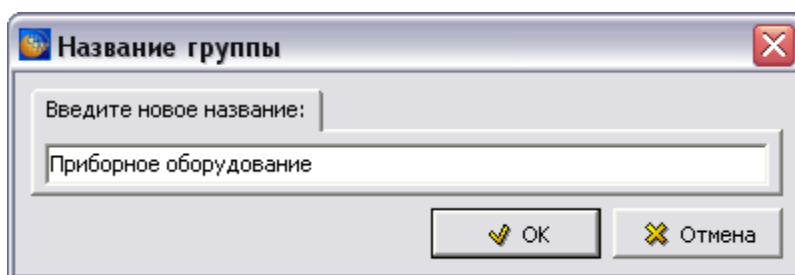

Рис. 18.5
2. Выделите созданную группу и нажмите на кнопку **Свойства элемента** . В диалоговом окне **Название группы** введите название группы «Приборное оборудование» (Рис. 18.5).